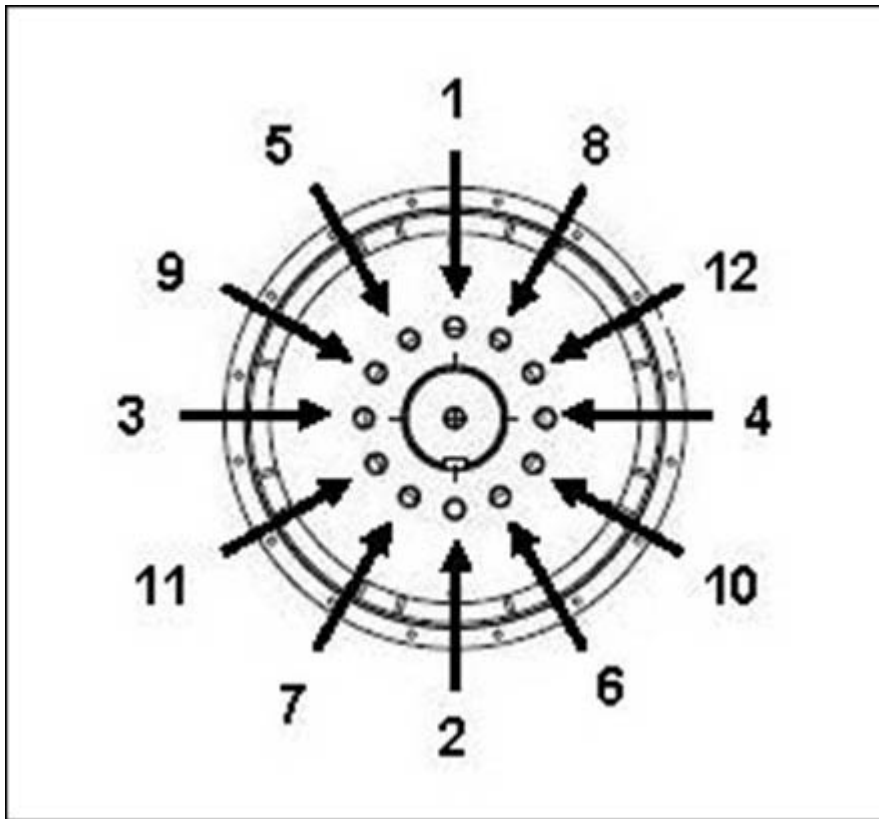

図 22. ハブへの固定手順
4. 必要に応じて、表示の順番でカップリング ディスク ボルトを締め付けます 図 22 ページ 40。